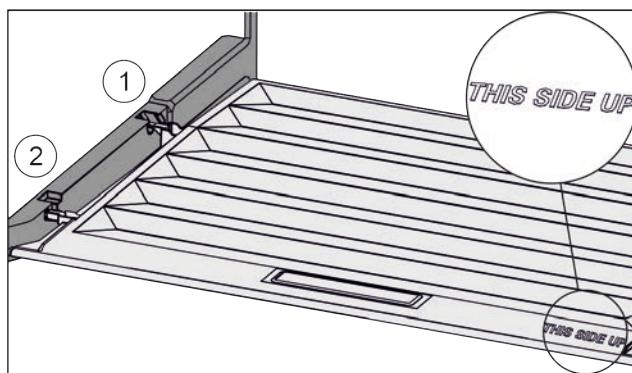

*Fig. 41*
- Потянуть крышку до отверстия в поддерживающих деталях вперед *Fig. 41 (1)*.
- Поднять сзади снизу и извлечь *Fig. 41 (2)* движением верх.